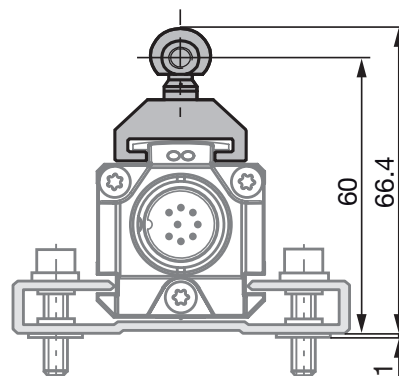
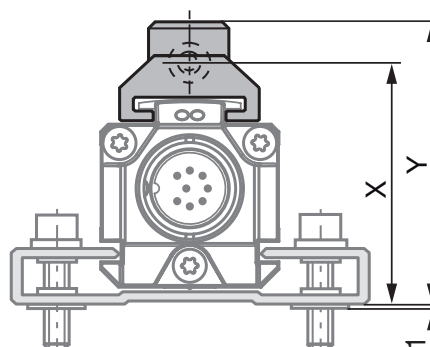
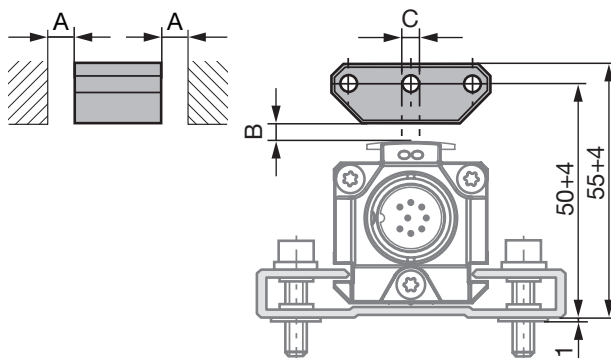
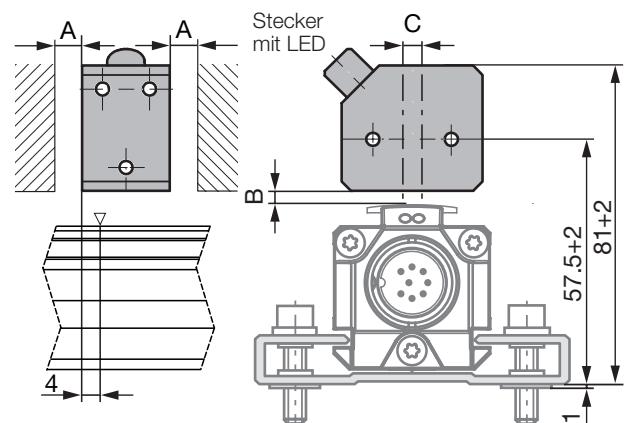

Bild 4-1: Maße und Abstände mit Positionsgeber BTL5-F-2814-1S
Bild 4-3: Maße und Abstände mit Positionsgeber BTL5-M/N-2814-1S
Bild 4-4: Maße und Abstände mit Positionsgeber BTL5-P-3800-2
Bild 4-8: Maße und Abstände mit Positionsgeber BTL5-P-4500-1 mit elektrischer Magnetfeld-Erzeugung (24 V/100 mA)
i Das BTL in Profilbauweise eignet sich sowohl für freie, d. h. berührungslos arbeitende Positionsgeber (siehe Bild 4-4 bis Bild 4-8) als auch für geführte Positionsgeber (siehe Bild 4-1 bis Bild 4-3).
- Der Abstand A zwischen Positionsgeber und Teilen, die aus magnetisierbarem Material bestehen, muss mindestens 10 mm betragen (siehe Bild 4-4 bis Bild 4-8).
- Für den Abstand B zwischen Positionsgeber und BTL und für den Mittenversatz C (siehe Bild 4-4 bis Bild 4-8) sind folgende Werte einzuhalten:
Der Messbereich ist um 4 mm in Richtung des BTL-Steckers versetzt (siehe Bild 4-8).